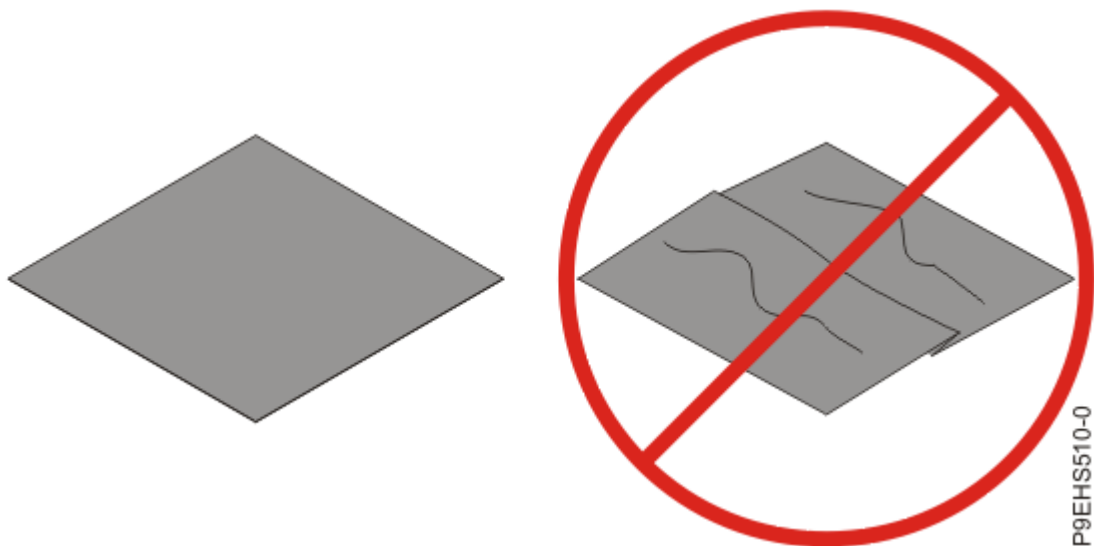

Figura 83. Inspección del material de interfaz térmica
- 6. Revise el material de interfaz térmica (TIM) por si existen signos visibles de daños, como se muestra en la Figura 83 en la página 102. Si detecta pliegues, arrugas o rasgaduras, o si tiene dudas sobre el TIM, sustitúyalo.